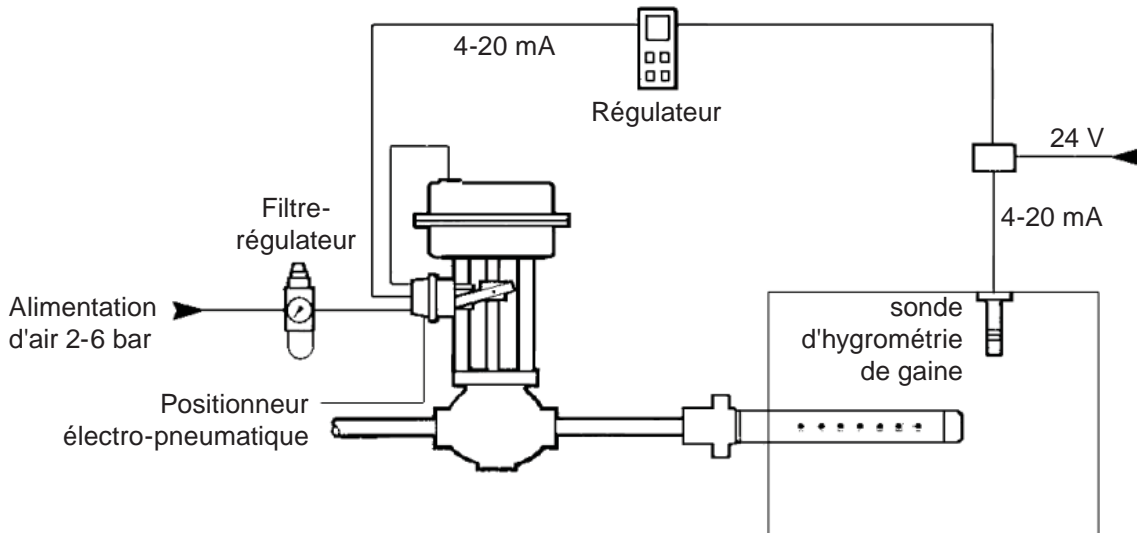

Fig. 20 Schéma type d'une régulation pneumatique avec positionneur
3.10.4 La Figure 20 montre une installation avec un servomoteur pneumatique type et un positionneur.